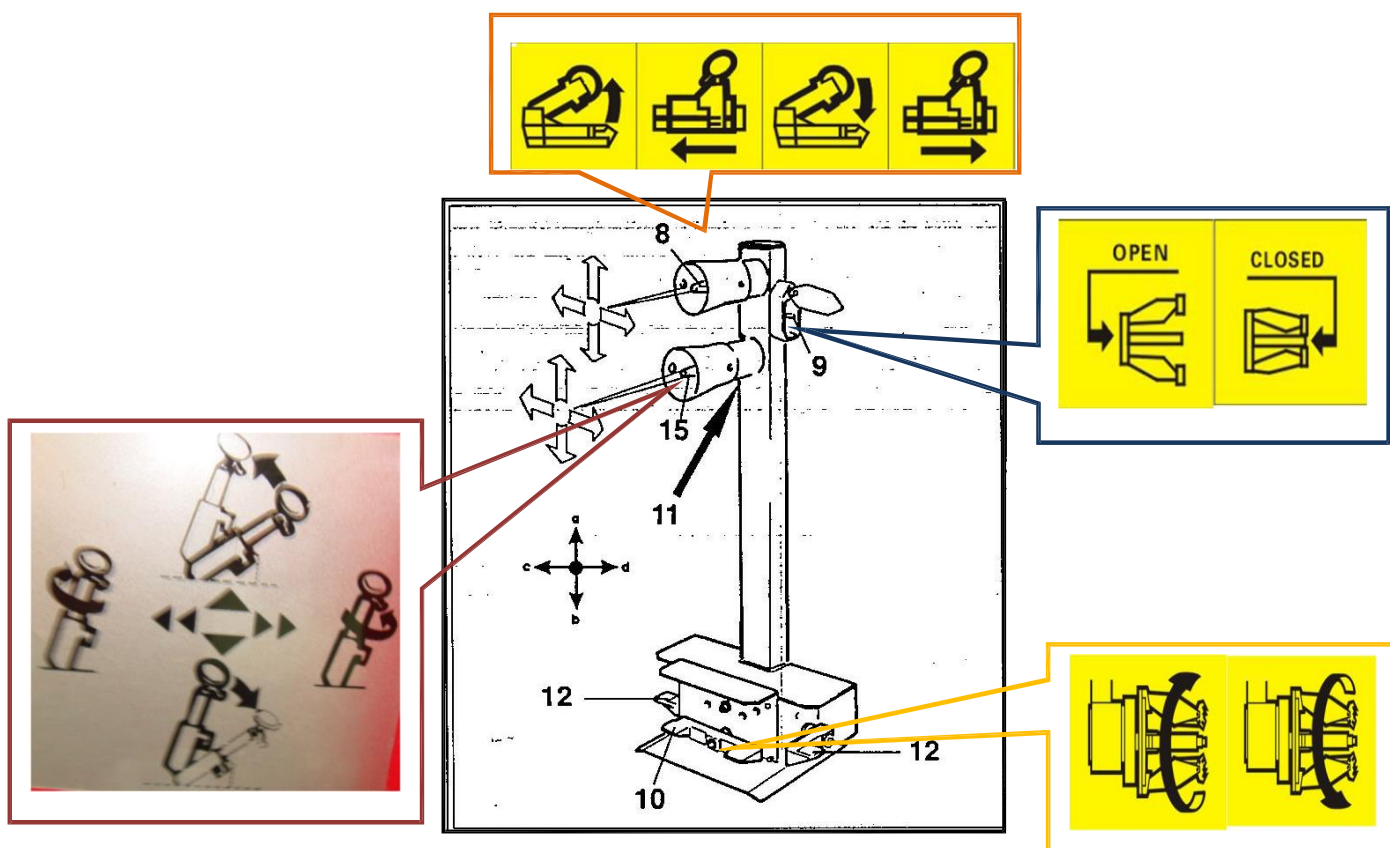

Рис. 12
Подвижный пульт управления (рис. 12) позволяет оператору работать в любом положении относительно станка. Пульт оснащен следующими органами управления:
1. **Верхний рычаг управления (8, рис. 12)** в **положении а** поднимает держатель кулачкового зажима и в **положении б** опускает его. В **положении с** перемещает кулачковый зажим вправо и монтажную лапу влево (они оказываются рядом друг с другом), в **положении d** смещает кулачковый зажим влево и монтажную лапу вправо (теперь они расположены далеко друг от друга).
2. **Нижний рычаг управления (15, рис. 12)** в **положении а** перемещает монтажную лапу в нерабочее положение, в **положении б** перемещает лапу в рабочее положение. При перемещении в **положение с** поворачивает монтажную головку на 180 град. против часовой стрелки, при перемещении в **положение d** поворачивает монтажную головку в противоположную сторону и возвращает ее в исходное положение.
3. **Переключатель зажима (9, рис. 12)** в верхнем положении разводит рычаги самоцентрирующегося кулачкового зажима (ФИКСАЦИЯ), в нижнем положении сводит рычаги самоцентрирующегося кулачкового зажима (НЕЗАФИКСИРОВАНО).
4. **Педали (10, рис. 12)** при нажатии с левой или правой стороны включает вращение зажима в направлении, указанном стрелкой на педали.
5. **Выключатель второй скорости (11, рис. 12)** при нажатии с педалью (10, рис. 12) включает высокую скорость вращения кулачкового зажима.
6. **Педали включения второй скорости вращения (12, рис. 12)** перемещают кулачковый зажим и монтажную лапу, каретку на высокой скорости.
- 1) Переместите нижний рычаг управления (15, рис. 12) вверх (а), монтажная лапа (14, рис. 12) должна повернуться в нерабочее положение.
- 2) Монтажная лапа займет нерабочее положение при перемещении верхнего рычага управления (8, рис. 12) вверх (а) держатель кулачкового зажима (2, рис. 12) должен подняться, при перемещении рычага управления вниз (b) держатель кулачкового зажима должен опуститься.
При перемещении верхнего рычага управления влево (c) держатель кулачкового зажима (2, рис. 12) перемещается вправо, а монтажная лапа (14, рис. 12) влево. Оба приспособления располагаются рядом друг с другом,
При перемещении верхнего рычага управления (d) вправо держатель кулачкового зажима перемещается влево, а монтажная лапа вправо. Повторите указанные операции (с и d), одновременно нажимая на одну из двух педалей (12, рис. 12). Вышеуказанные движения будут происходить на высокой скорости.
3) Поверните рычаг переключателя (9, рис. 12) вверх: рычаги зажима (3, рис. 11) должны раскрыться. Поверните рычаг вниз, рычаги зажима сводятся. Повторите указанные операции, одновременно нажимая на одну из двух педалей (12, рис. 12). Вышеуказанные движения будут происходить на высокой скорости.
- 4) Нажмите правую педаль (10, рис. 12): зажим (3, рис. 11) начнет вращаться по часовой стрелке, при нажатии левой педали зажим вращается против часовой стрелки. Нажмите на выключатель второй скорости (11, рис. 12) вниз и повторите указанные выше операции: зажим будет вращаться с повышенной скоростью.
- переместите переключатель зажима (9, рис. 12) в верхнее положение, чтобы развести рычаги кулачкового зажима;
- удерживая переключатель зажима в данном положении, проверьте показания давления по манометру (21, рис. 12), оно должно составлять  $160\text{бар} \pm 5\%$
- 4) Сведите кулачки (22, рис. 12), сдвиньте колесо на подвижной опоре в направлении самоцентрирующегося кулачкового зажима. Приведите в действие выключатель (9, рис. 12), чтобы раскрыть кулачковый зажим и зафиксировать обод колеса изнутри. Далее на рисунках 16 приведены наиболее распространенные методы крепления колес.